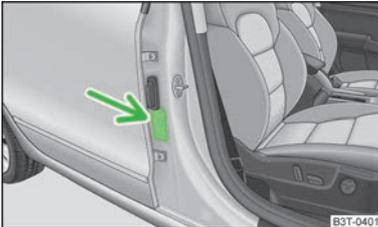

Abb. 147
- Auf diese Tatsache weist auch der Aufkleber hin, der sich an der B-Säule auf der Beifahrerseite befindet » Abb. 147. Der Aufkleber ist nach dem Öffnen der Beifahrertür sichtbar. Für einige Länder ist der Aufkleber auch an der Sonnenblende des Beifahrers angebracht.